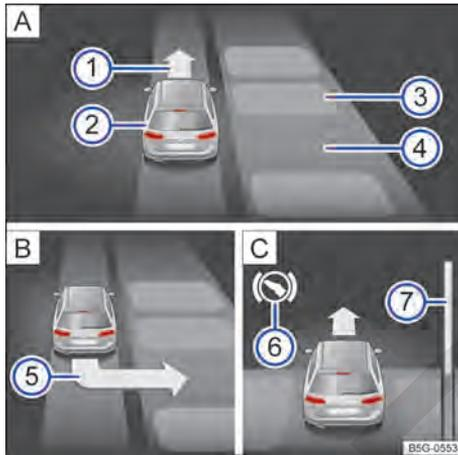

Fig. 157 En la pantalla del cuadro de instrumentos: **aparcar en batería.** [A] Buscar un hueco de aparcamiento. [B] Posición para aparcar. [C] Maniobrar.
- Aparque cuando aparezca la indicación de aparcar → fig. 157 **[S]** en la pantalla del cuadro de instrumentos → pág. 235.
Leyenda de la **fig. 157**: